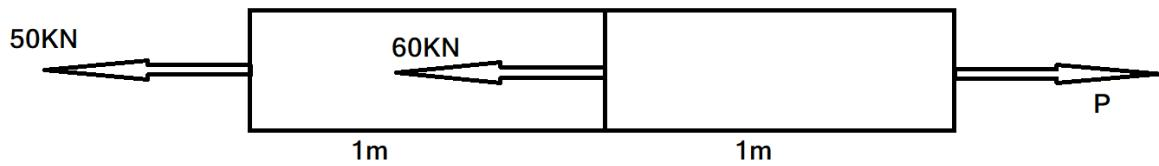

Figure 1
- (b) Take data from the above example given in (B) and passion ratio is 0.288 than find the change in width and depth of rectangular rod. 03
- (બ્ય) (B) માં આપેલ ઉપરના ઉદાહરણમાંથી ડેટા લો અને લંબચોરસ સાંજિયાની પહોળાઈ અને ઊડાઈમાં ફેરફાર શોધો, પેશાન રેશિયો 0.288 છે. 03
- (c) Find the total change in length of varying bar shown in figure 1. If area is 1000mm² and E = 70000 N/mm² 04